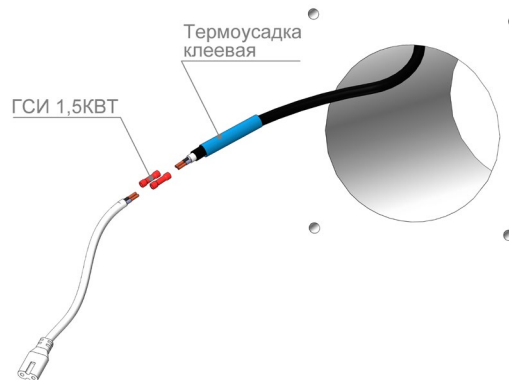

Рис. 12
- Соедините вывод скрытого кабеля с отрезком ранее подготовленного кабеля при помощи гильз соединительных ГСИ 1,5 КВТ. (Рис. 12)